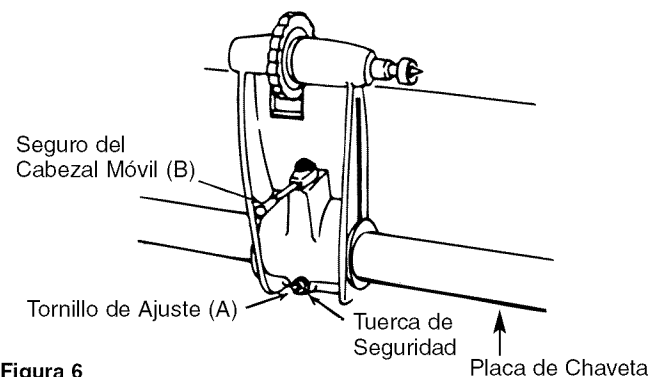
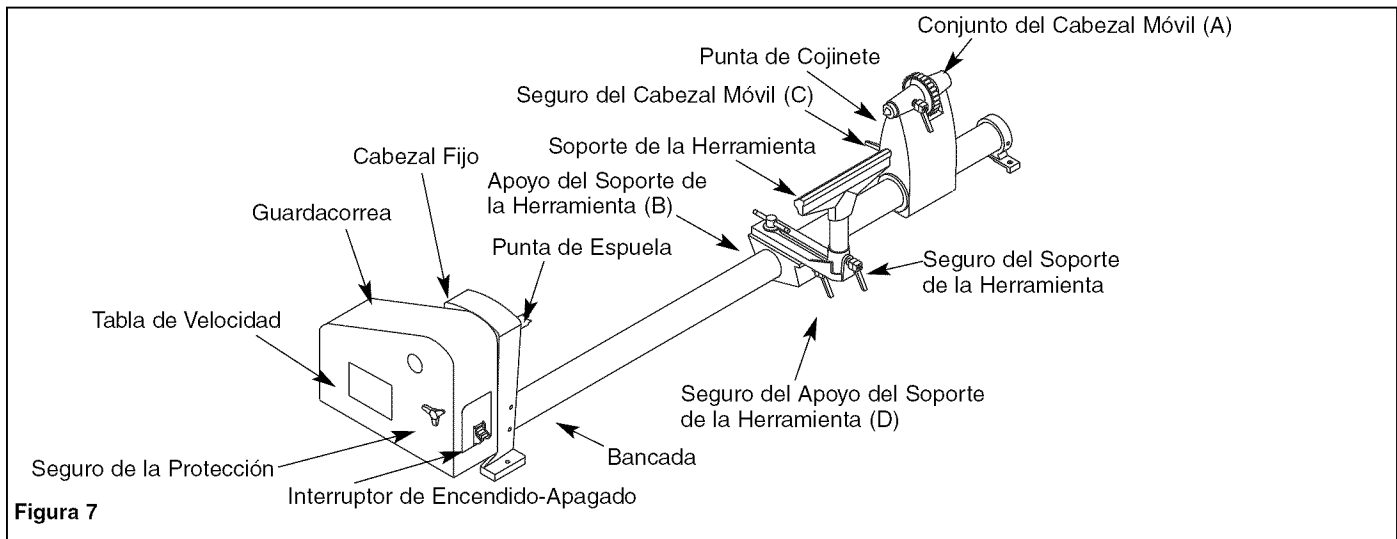

Figura 6
Figura 7
El cabezal móvil soporta la pieza de trabajo para el torneado de husillo. Para evitar una soltura o movimiento excesivos, el cabezal móvil contiene una característica de ajuste que se apoya contra la placa de chaveta en la parte inferior de la bancada. Para ajustarla, refiérase a la Figura 6 y proceda de acuerdo a lo siguiente:
Los pasadores de latón son necesarios debajo de los pernos de seguridad tanto del cabezal móvil Figura 7, (A), página 30, como del apoyo del soporte de la herramienta Figura 7, (B), página 30. El propósito de estos pasadores de latón es agarrar en forma segura la bancada sin rayarla.
- Encuentre los dos pasadores de latón en la bolsa de las partes. Remueva el perno de seguridad en cada conjunto. Refiérase a la Figura 6, (B) y a la Figura 7, (D), página 30, para ver las ubicaciones.